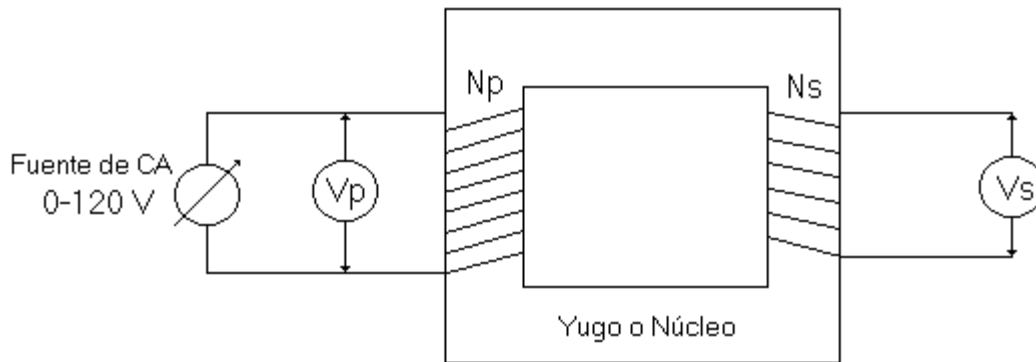

Figura 9.3. Circuito del transformador
10. Realizar el montaje de la Figura 9.3, utilizando una bobina de 500 espiras en el primario (N_p) y otra de 250 vueltas en el secundario (N_s). Variar el voltaje en el primario de 10 en 10 voltios hasta 120 V y en cada caso registre los valores correspondientes a V_s , sin sobrepasar el máximo de las escala del voltímetro, llenar la Tabla de datos 1.